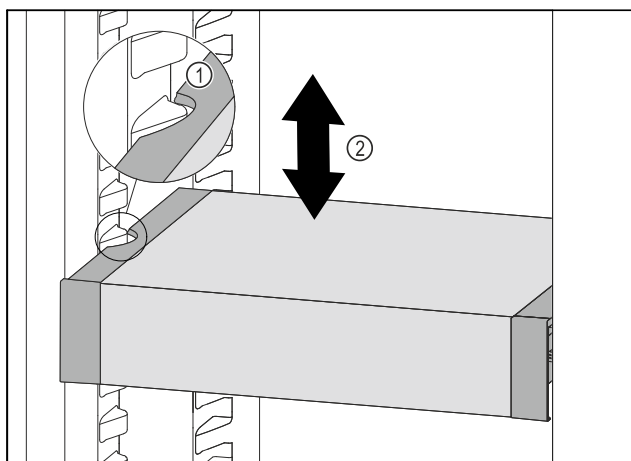

Fig. 146
- Тяните VarioSafe вперед, пока боковые выемки VarioSafe не окажутся на высоте выступа резервуара в холодильном отделении. Fig. 146 (1)
- Двигайте VarioSafe в холодильном отделении вверх или вниз, пока не будет достигнута требуемая высота. Fig. 146 (2)